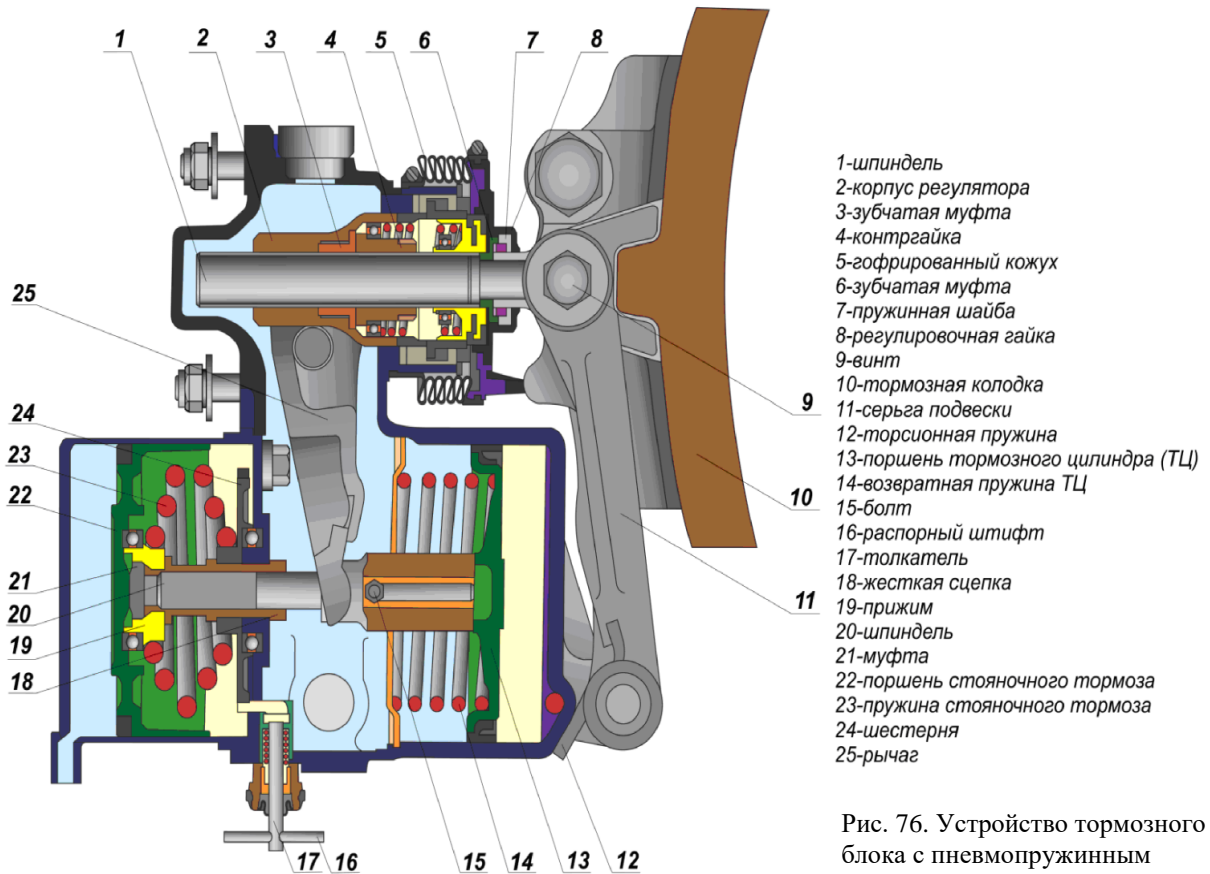

Рис. 76. Устройство тормозного блока с пневмопружинным тормозом
Тормозной блок состоит (рис. 76): (1) шпindelь, (2) корпус регулятора, (3) зубчатая муфта, (4) контргайка, (5) гофрированный кожух, (6) зубчатая муфта, (7) пружинная шайба, (8) регулировочная гайка, (9) винт, (10) тормозная колодка, (11) серьга подвески, (12) торсионная пружина, (13) поршень тормозного цилиндра, (14) возвратная пружина ТЦ, (15) болт, (25) передаточный рычаг.
### ***Торможение посредством пружинного аккумулятора (рис. 76).***